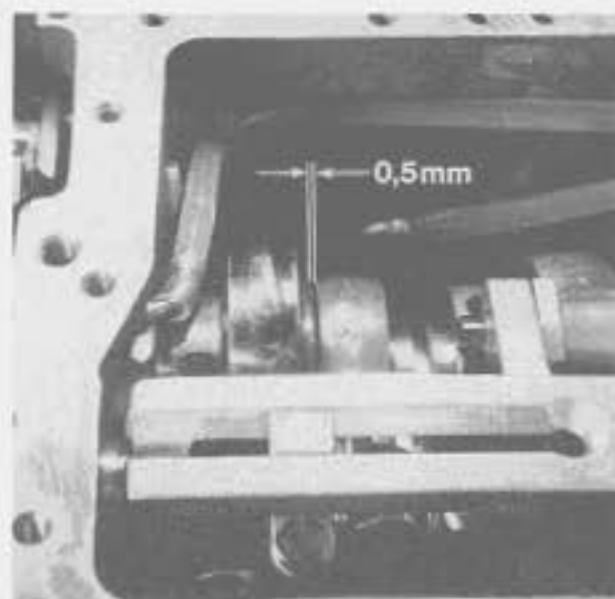

Fig.74
**Note:** Between eccentric shoulder and bearing must be a distance of 0,5 mm (.020 in.) (see Fig. 74).
**Beachten Sie,** daß zwischen Exzenterbund und Lagerschale ein Abstand von ca. 0,5 mm ist (Fig. 74).